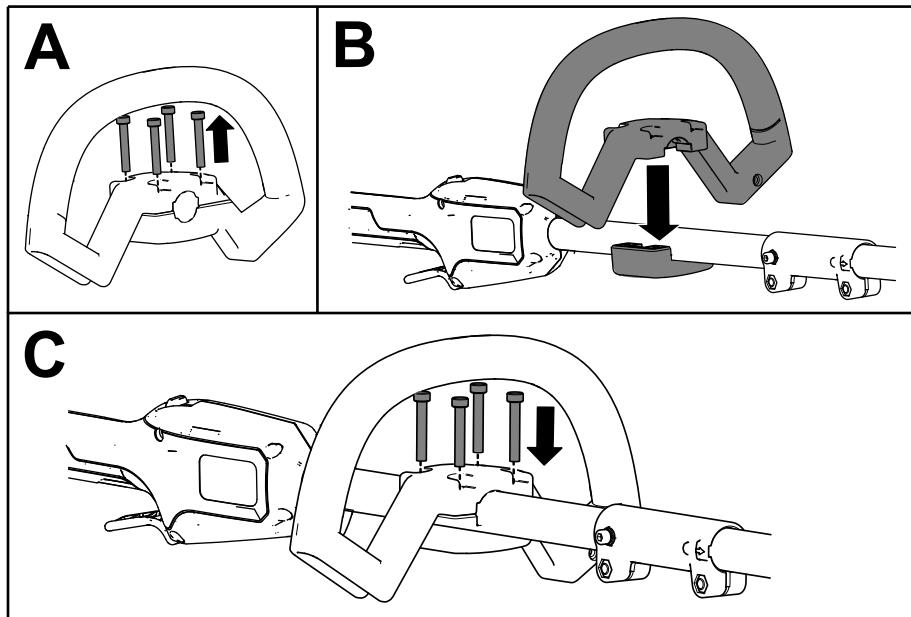

Bild 4
1. Trennen Sie den Hilfsgriff von der Griffplatte ab, indem Sie die 4 Zylinderkopfschrauben mit dem mitgelieferten Innensechskantschlüssel entfernen (A in Bild 4).
2. Richten Sie den Hilfsgriff mit der Hilfsgriffplatte auf dem Freischneiderstiel aus (B in Bild 4).
3. Befestigen Sie den Hilfsgriff mit den 4 Zylinderkopfschrauben, die Sie vorher entfernt haben, an der Griffplatte (C in Bild 4).